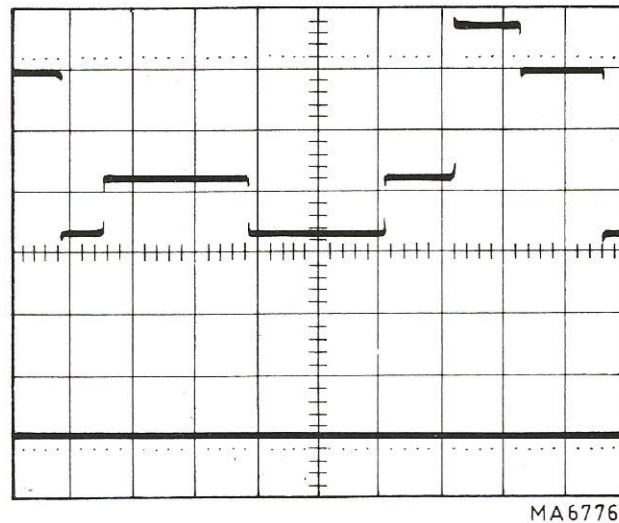

Abb. VIII-2. Messung des Augenblickswertes einer Spannung; Bezugslinie mit Kanal Y_B eingestellt
- Mit X POSITION denjenigen Augenblickswert des Signals, der gemessen werden soll, auf die vertikale Mittellinie des Rasters einstellen, wie es in Abb. VIII-2 gezeigt ist.